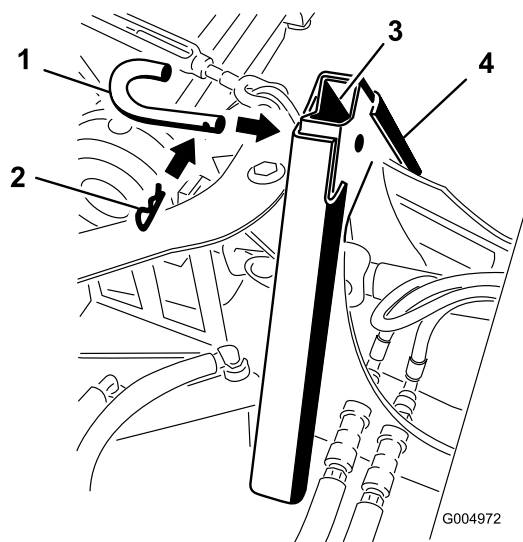

Figura 99
3. Acople los adaptadores de montaje con el pasador de acoplamiento y la chaveta, como se indica en la Figura 99.